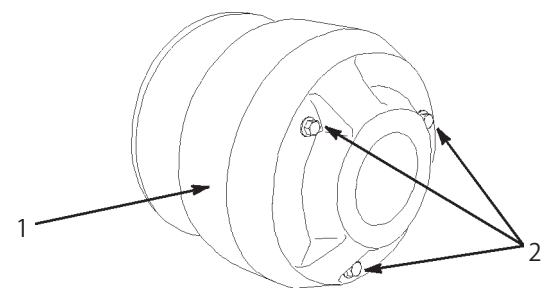

図56
4. クラッチ・カバーのボルト (3本) を外してカバーを取る (図56)。